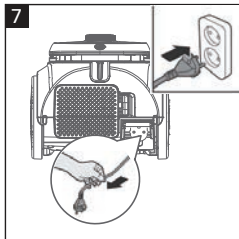

Рис. 7
- Витягніть шнур живлення на потрібну довжину (рис. 7). Перестаньте тягнути за шнур, коли побачите жовту позначку.